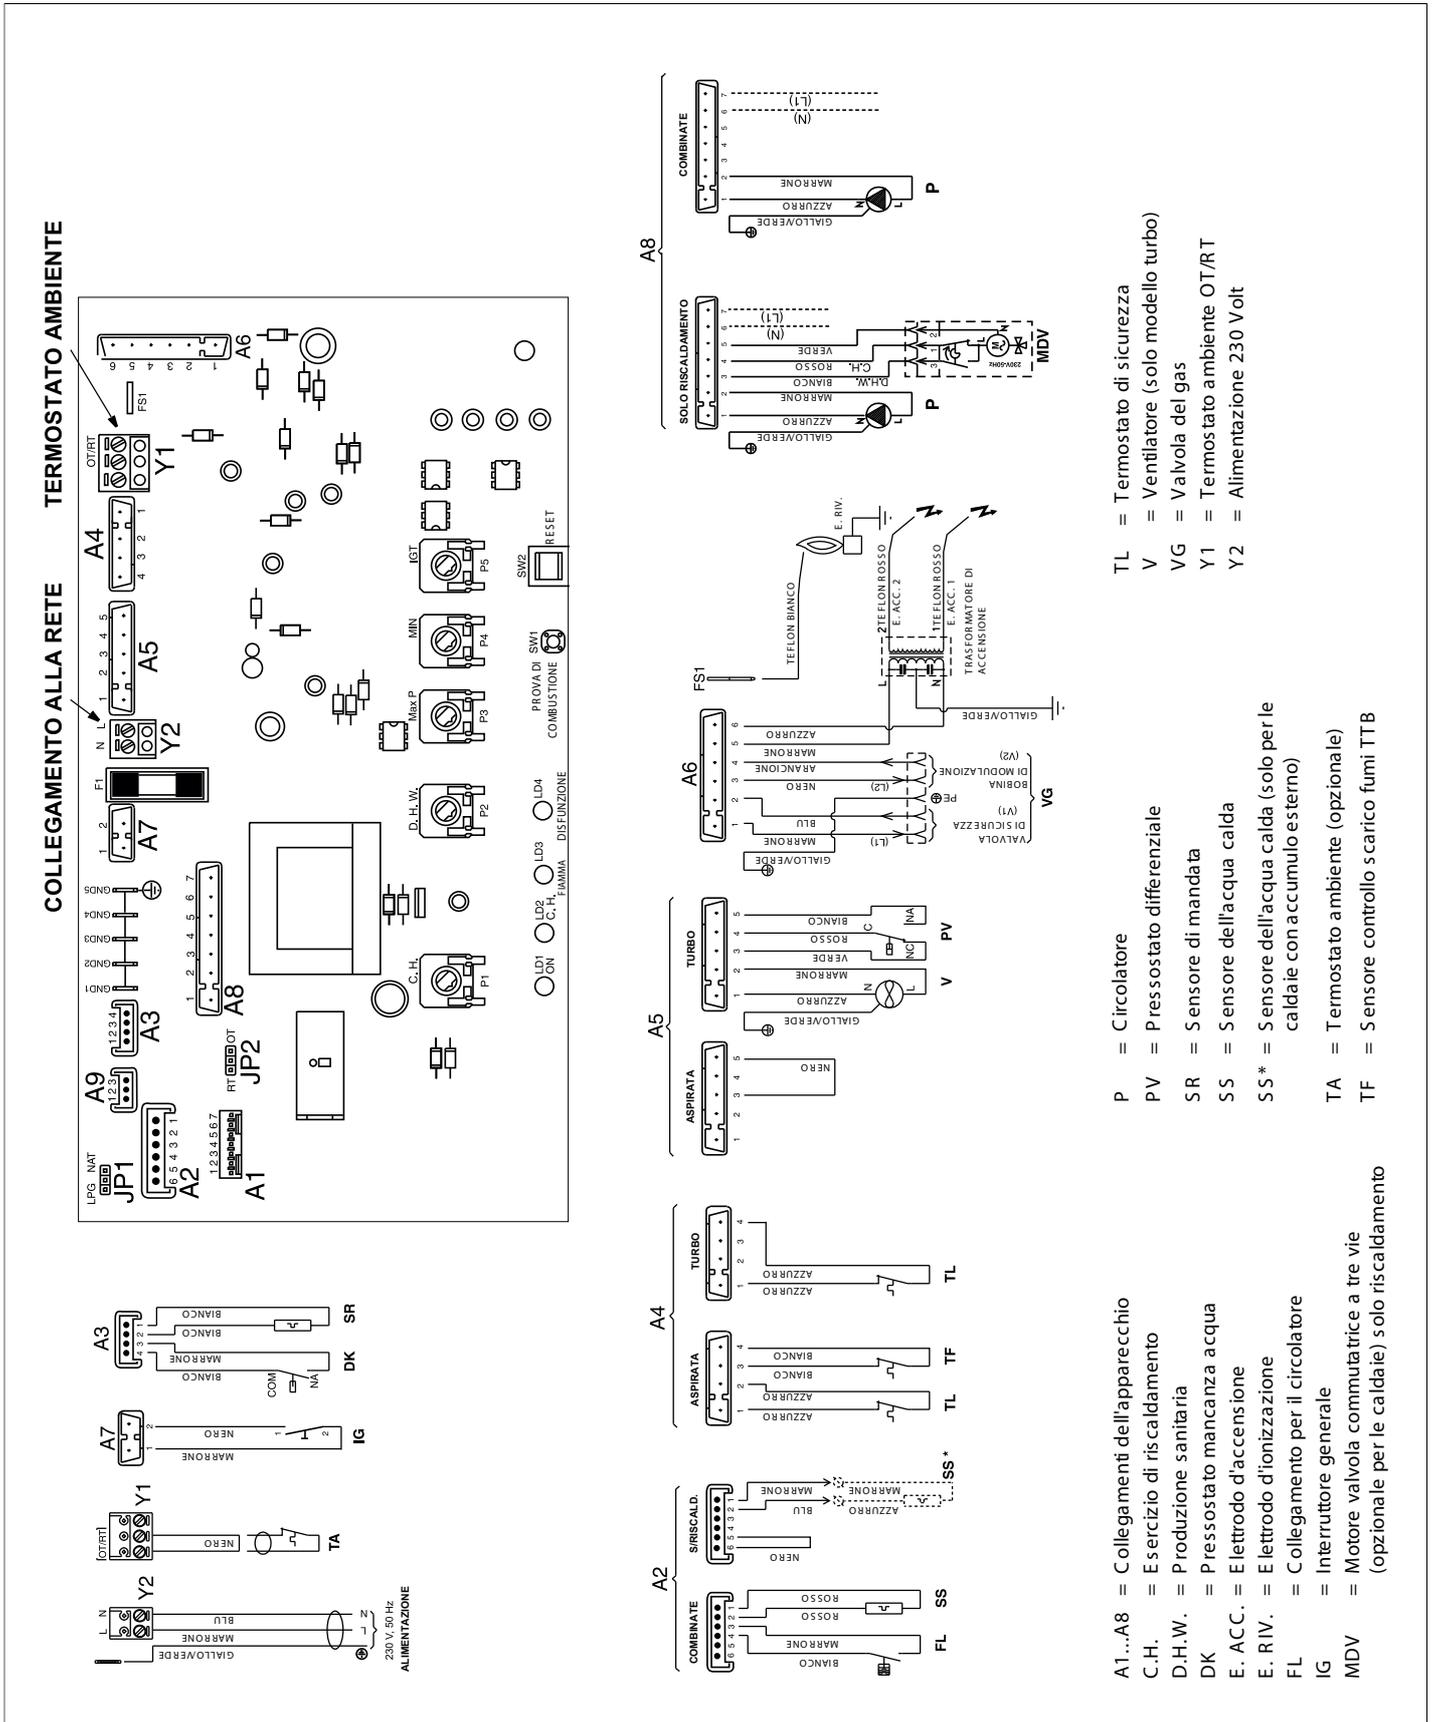

Fig. 48 Schema elettrico
- Portare al collegamento di rete "Y2" (fig. 48).